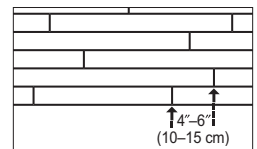

Figura 3
- Es importante alternar los extremos de los tabloncillos en hileras contiguas a un mínimo de 4-6" (10-15 cm) siempre que sea posible (Figura 3). Esto ayudará a garantizar un aspecto general más favorable del piso.